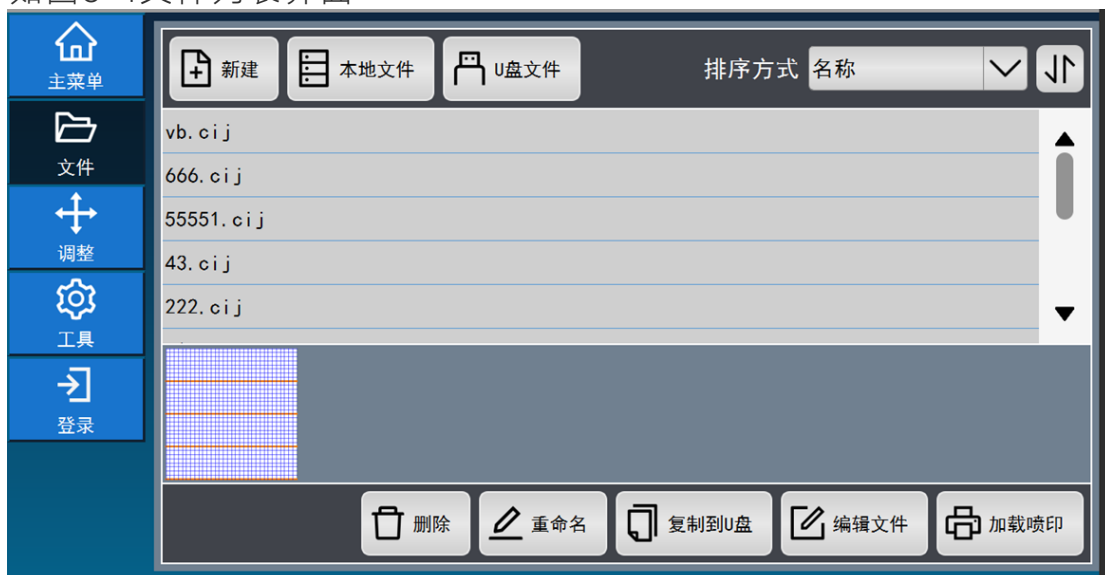

图3-4文件列表界面
1.点击  或者  按钮, 系统会显示本地、U盘中的文件名列表, 如图3-4文件列表界面